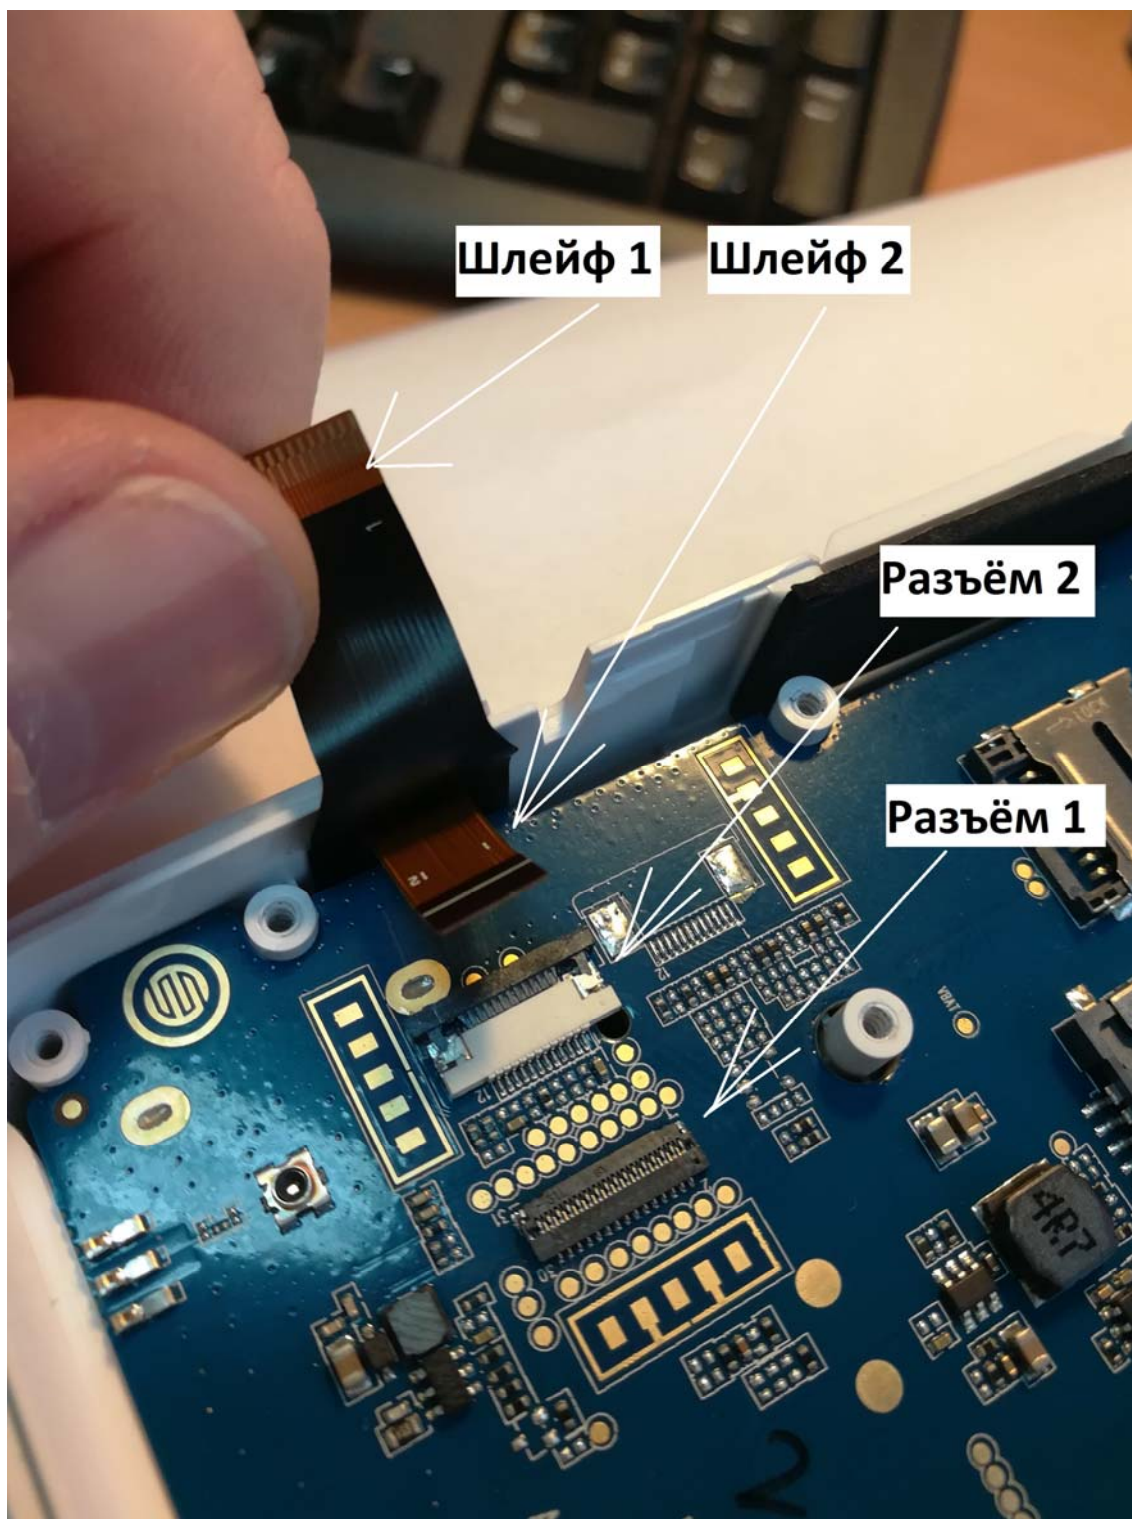

рис. 19
6. Извлечь 2-а шлейфа Экрана из разъёмов на МП. Шлейф 1 извлекается из разъёма 1 предварительно приподняв защитную фиксирующую планку разъёма; Шлейф 2 извлекается из разъёма 2 предварительно сдвинув вперёд фиксирующую планку разъёма. (см. рис. 19)